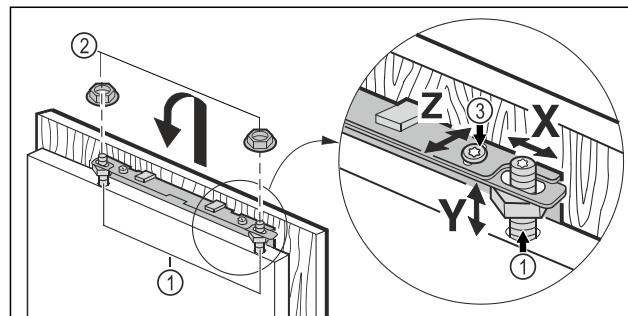

Fig. 22
- Möbeltür auf die Justagebolzen Fig. 22 (1) einhängen und Kontermuttern Fig. 22 (2) locker auf die Justagebolzen schrauben.
- Möbeltür in der Höhe Y und in der seitlichen Neigung ausrichten: Justagebolzen Fig. 22 (1) mit einem Schraubendreher einstellen.
- Kontermuttern Fig. 22 (3) anziehen.